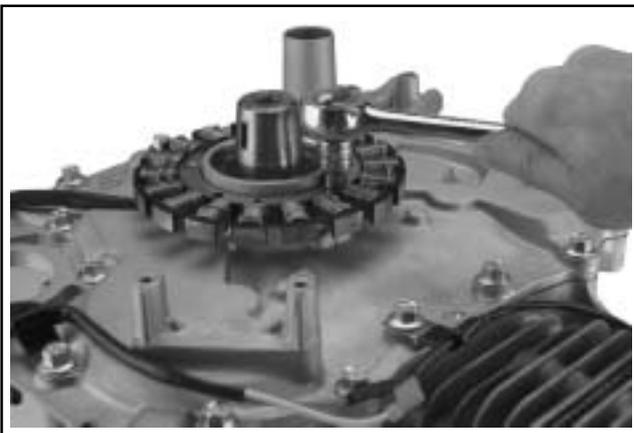

Figura 8-25. Rimozione dello statore.
1. Rimuovere le due viti che fissano lo statore alle sporgenze della piastra di chiusura. Vedere Figura 8-25.